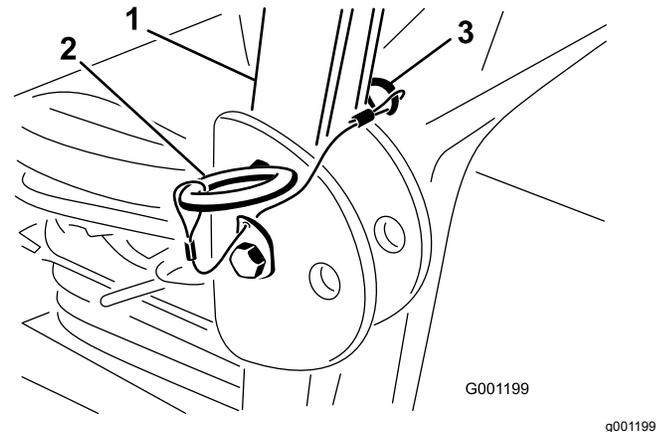

Bild 6
2. Klappen Sie den Überrollbügel hoch und entfernen Sie die Splinte und die zwei Stifte (**Bild 6**).